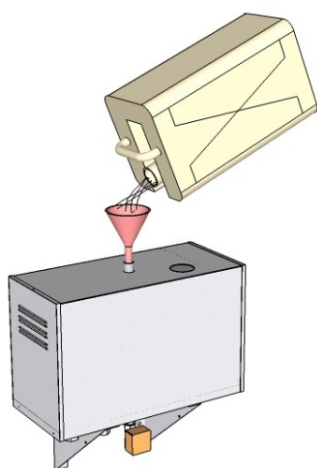

Fig.5
5. Turnați soluția de acid citric în rezervorul de apă (vezi fig.5).
5. Pour the citric acid solution into the water tank (see fig.5).